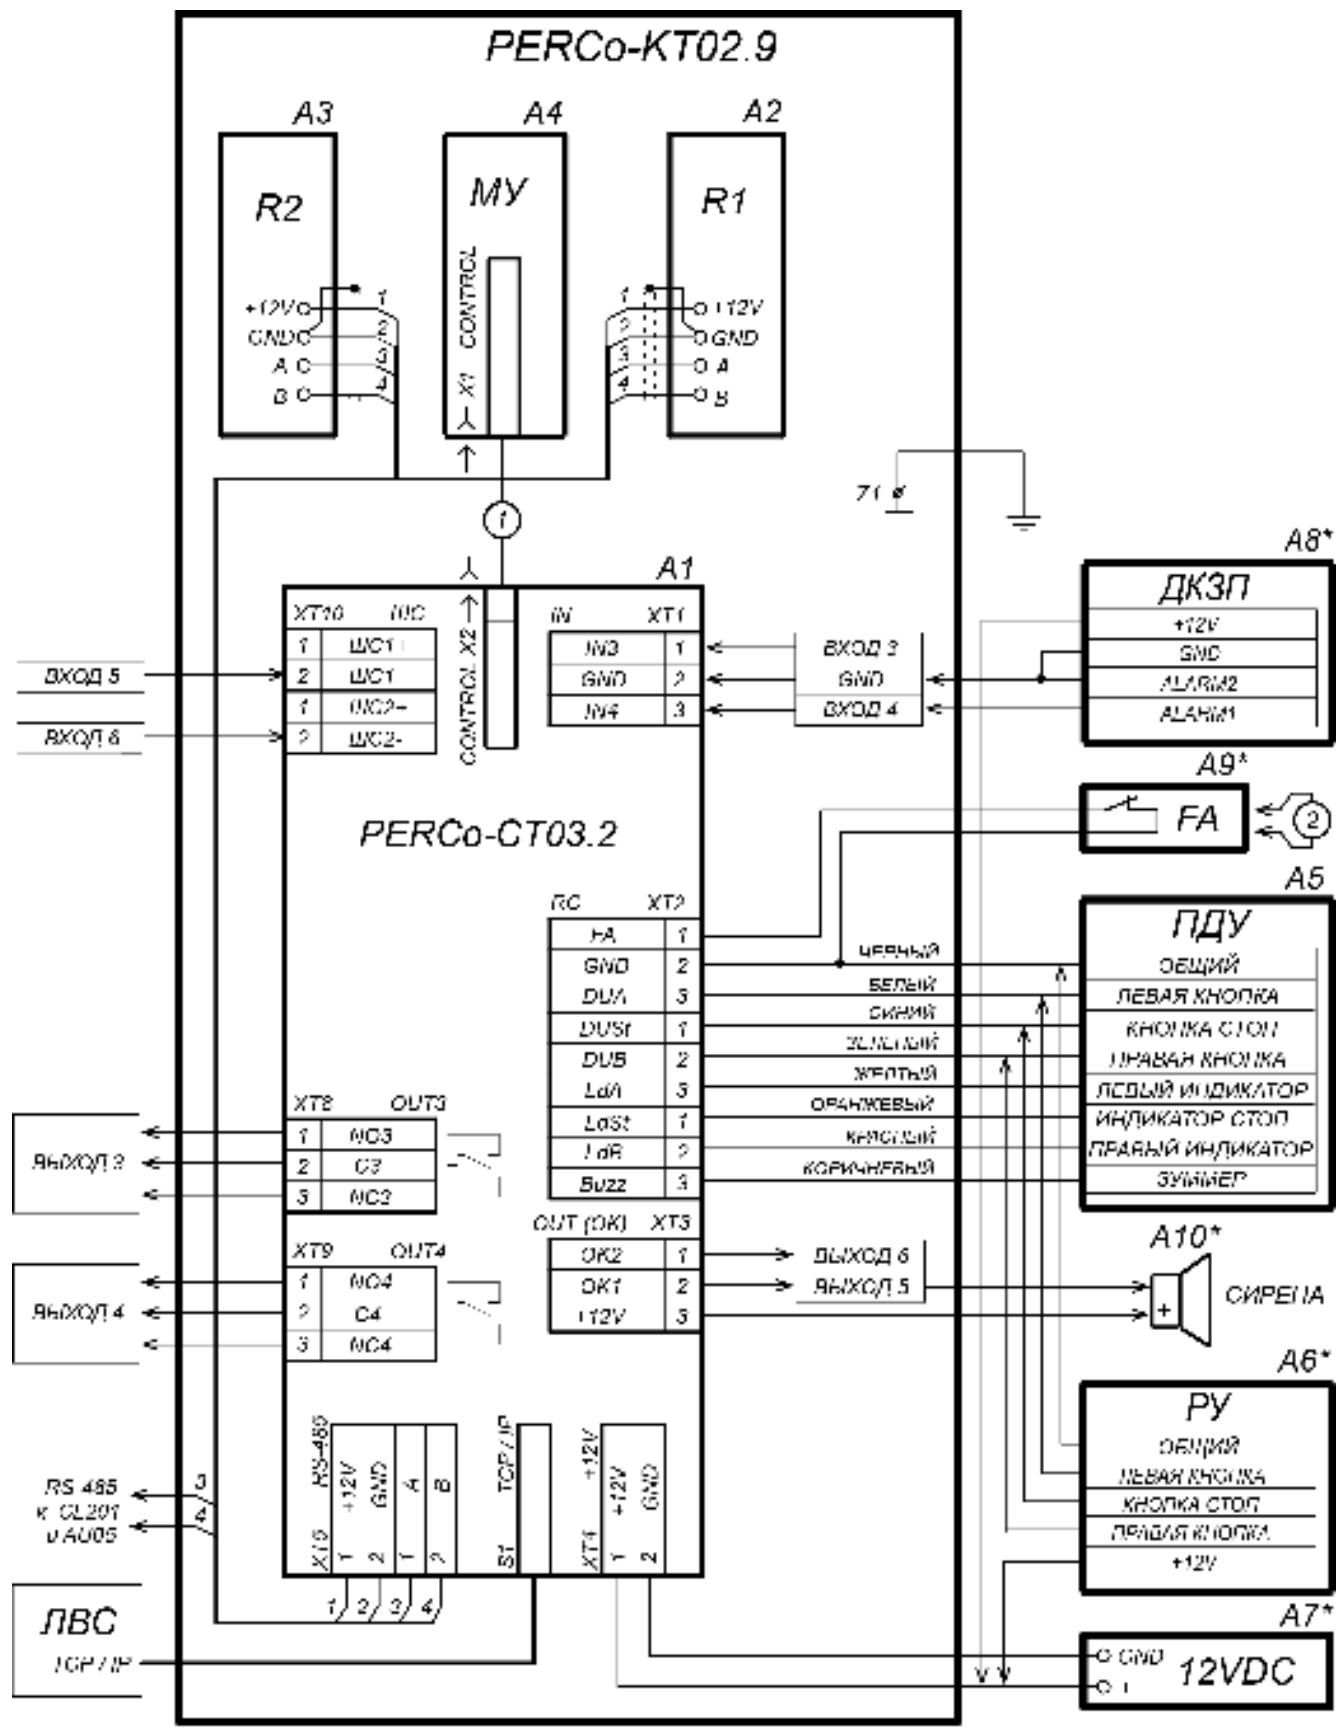

Рисунок 11. Схема подключения ЭП и дополнительного оборудования
Расположение клеммных колодок на нижней плате контроллера ЭП показано на рис. 6, назначение контактов клеммных колодок указано в табл. 1. Схема подключения приведена на рис. 11. Используемые при подключении типы кабелей указаны в табл. 4. При монтаже ЭП придерживайтесь следующей последовательности действий:
10. Подключите кабель питания (12) к клеммной колодке **ХТ4** на нижней плате контроллера согласно схеме, приведенной на рис. 11.
11. Подключите кабель (10) ПДУ (9) к клеммной колодке **ХТ2** согласно схеме, приведенной на рис. 11.
12. Подключите, при необходимости, кабели от других устройств к соответствующим клеммным колодкам нижней платы контроллера согласно схеме на рис. 11.
Z – контакт заземления; позиционные обозначения А1-А4 и **Z** – указаны на рис.11